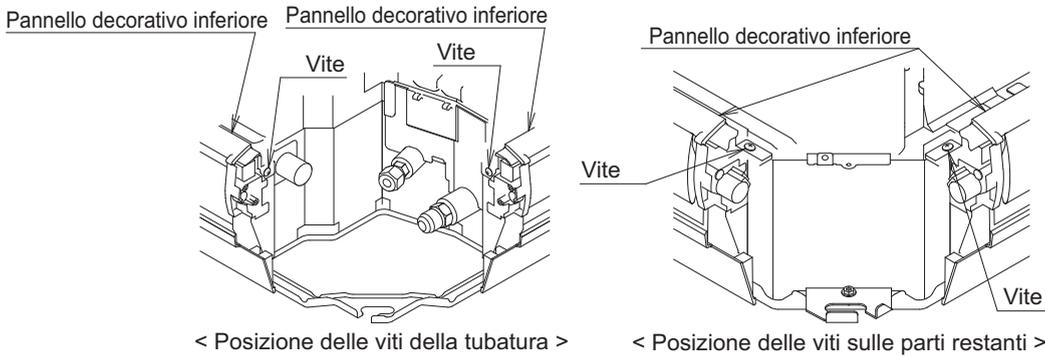

Fig. 14
* Se il pezzo bloccante è difficile da inserire, allentare le viti a destra e a sinistra del pannello decorativo inferiore e quindi inserirlo. Assicurarsi di serrare nuovamente le viti allentate dopo aver fissato il pezzo bloccante. **(Fare riferimento alla Fig. 14)**